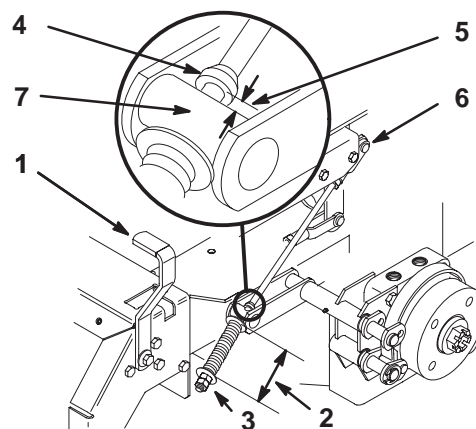

Figure 53
2. Mesurez la longueur du ressort. Les rondelles doivent être distantes de 70 mm (2-3/4 pouces) (Fig. 53).
3. Si un réglage est requis, desserrez l'écrou de blocage situé sous le ressort et serrez l'écrou directement au-dessous de la chape (Fig. 53). Vissez l'écrou jusqu'à ce que le ressort ait la longueur voulue. Serrez les deux écrous ensemble et répétez la procédure de l'autre côté de la machine.
6. Mesurez la distance entre le galet de tourillon et le collier sur la tige de frein. Elle doit être comprise entre 5 et 7 mm (3/16 et 1/4 pouce) (Fig. 53).
7. Si un réglage est requis, desserrez l'écrou de blocage situé juste au-dessous de la chape. Tournez les écrous de réglage inférieurs jusqu'à obtention de l'écart voulu (Fig. 53). Serrez l'écrou de blocage à la chape.